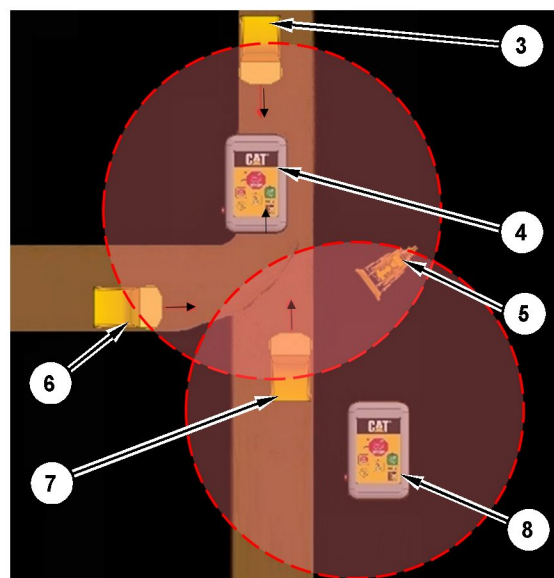

Fig. 10
När fler än en A-stoppsändare skickar en A-stoppsignal måste alla sändare som skickade ett A-stoppsignal skicka en signal för "Återställ" och "Rensa". I bild 10 stoppas Maskin B utrustad med A-stopp (5) och Maskin D utrustad med A-stopp (7) av A-stoppsändare A (4) och A-stoppsändare B (8). Båda maskinerna utrustade med A-stopp behöver därför ta emot en signal för "Återställ" och "Rensa" från båda A-stoppsändare innan de kan tas åter i drift.
Anm. : När alla maskiner har stoppats enligt bild 10 flyttar föraren med sändare B (8) till samma läge som föraren med sändare A, utan att trycka på "Återställ"-knappen på A-stoppet. I det här fallet har sändare B nu skickat ett stoppkommando till alla fyra maskiner. I det här fallet måste båda sändare skicka signalen för "Återställ" och "Rensa" till alla maskiner.